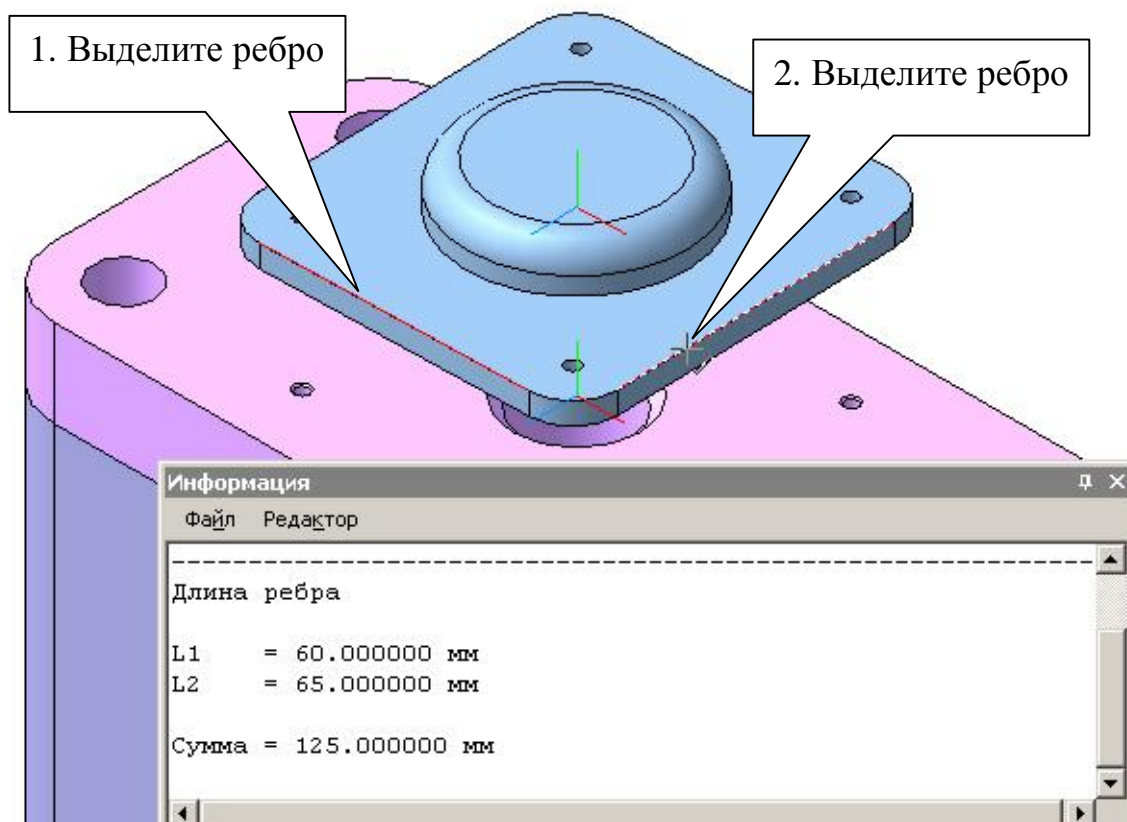

Рис. 82
- 3) Нажмите кнопку **Добавить из файла**  на панели **Редактирование сборки**  и откройте модель «Крышка». Установите деталь в произвольном положении, выполните сопряжение **Соосность** . Для правильной ориентации крышки произведите измерения длин ребер командой **Длина ребра**  на панели **Измерения (3D)** , рис. 82.